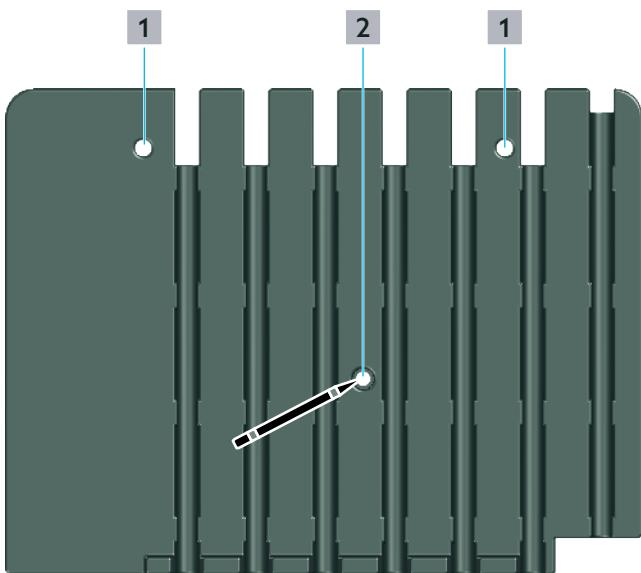

Abb. 7: Isolierung einhängen
- 2 Markieren Sie den Befestigungspunkt für die Dübelnschraube mit einem Stift (Position 2 in Abb. 7 auf Seite 9).
- 1 Setzen Sie das Distanzstück (Position 3 in Abs. 6.1 auf Seite 8) in die Aussparung für Dübelnschraube (Position 2 in Abb. 7 auf Seite 9).